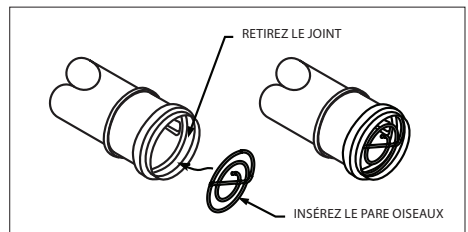

Figure 10
8. Retirez le joint d'étanchéité et installez le pare-oiseaux à l'extrémité du conduit. (Fig.10)